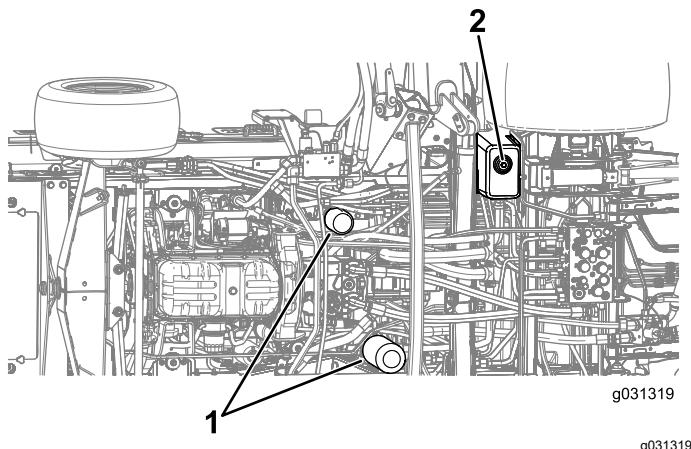

Bild 101
4. Nehmen Sie die Ablassschraube an der Unterseite des Behälters ab und lassen Sie das Hydrauliköl in die Auffangwanne ablaufen (Bild 101).
3. Stellen Sie eine Auffangwanne unter den Filter und entfernen den Filter (Bild 101).